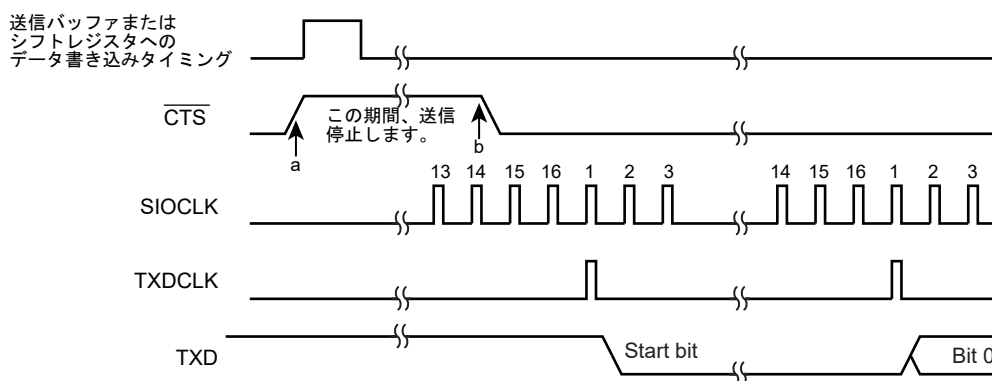

図 12-9  $\overline{\text{CTS}}$  信号のタイミング
- 注 1) 送信中に  $\overline{\text{CTS}}$  信号を立ち上げた場合、送信終了後に停止します(図 12-9 "a")。
注 2)  $\overline{\text{CTS}}$  信号立下り後の最初の TXDCLK クロックから送信を開始します(図 12-9 "b")。